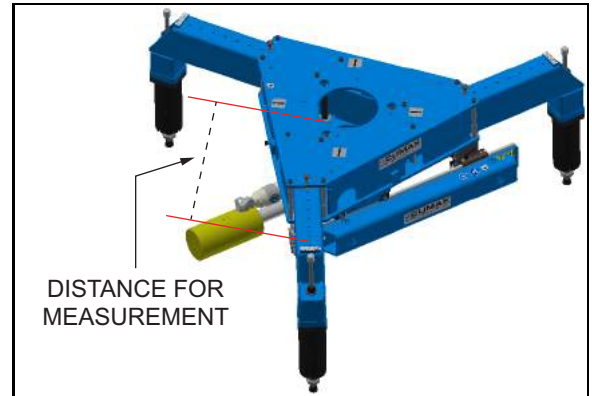

FIGURE 3-20. DISTANCE POUR LA MESURE DU MONTAGE DE
2. Attachez le mètre ruban au trou du diamètre intérieur 9" (228 mm) sur la plaque de dessus du montage DE (voir la Figure 3-20).